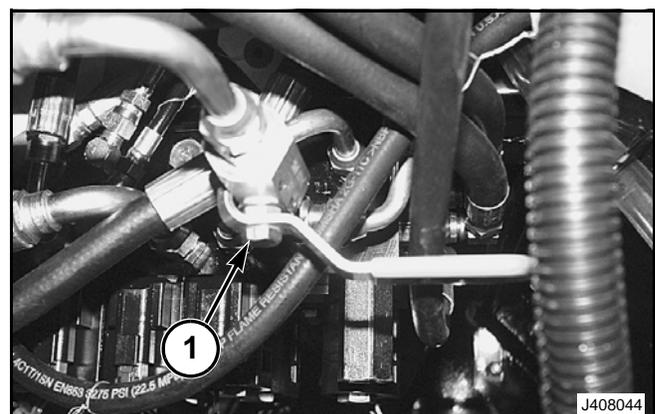

FIG. 3
FIG. 3: Para bajar los sujetadores del brazo de levantamiento, gire la válvula de bola inferior de la abrazadera (1) a la posición abierta. La válvula de bola inferior de la abrazadera está situada en el lado delantero de la válvula auxiliar.